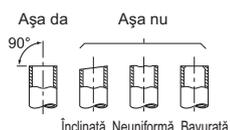

Fig. 2
- Dacă furtunul de evacuare furnizat împreună cu unitatea interioară este prea scurt, racordați-l la furtunul de evacuare (I) care ar trebui să fie furnizat la locația de instalare. (Fig. 2)
- 3) Scoateți capacul de scurgere din partea stângă din spate a unității interioare. (Fig. 2)